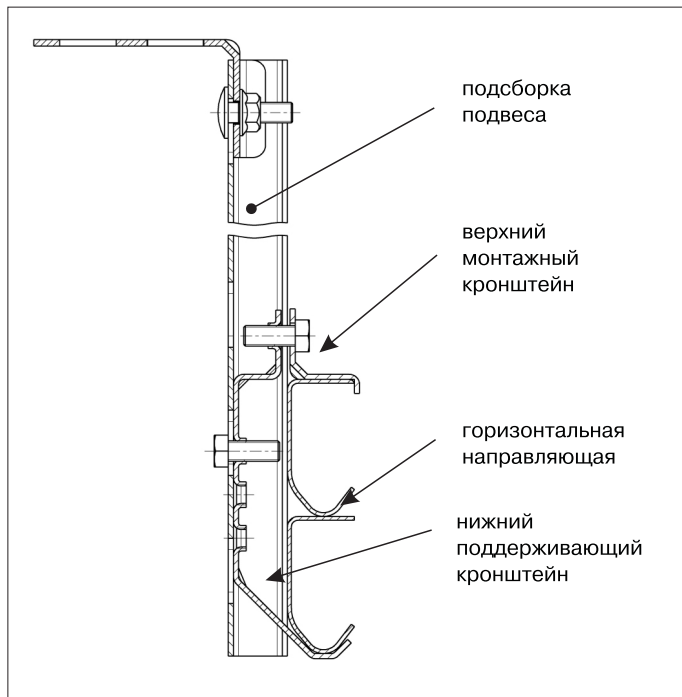

Рис. 16.1. Сборка подвеса
- 4) установить нижний поддерживающий кронштейн в С-образный профиль подвеса и закрепить его при помощи болта М8х16 с шестигранной головкой (рис. 16.1).